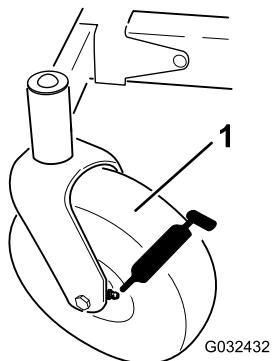

Figure 37
3. Nettoyez les graisseurs (Figure 37) avec un chiffon.
2. Raccordez une pompe à graisse à chaque graisseur (Figure 37).